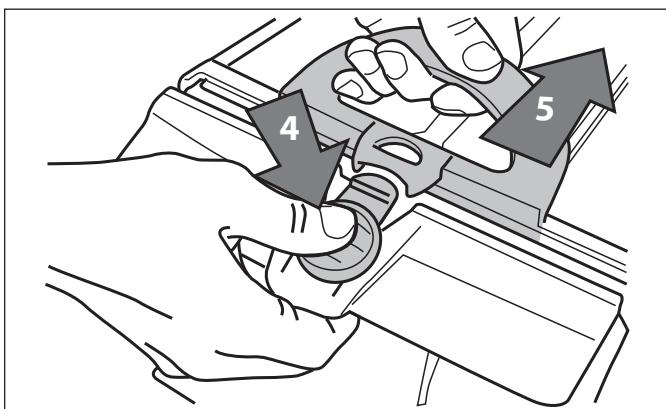

**Figura 25.** Retire la unidad del cartucho del filtro
6. Retire la unidad del cartucho del filtro del cuerpo (3), como se muestra en la Figura 25.